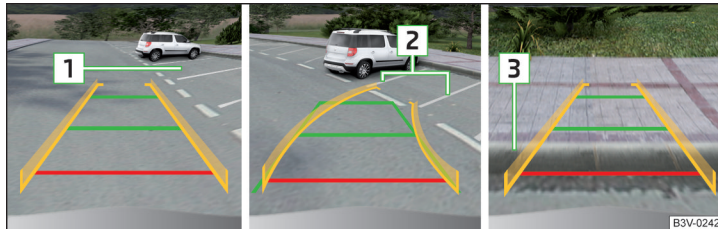

Abb. 169 Displayanzeige
- An der ausgewählten Parklücke **1** » Abb. 169 langsam vorbeifahren und das Fahrzeug anhalten.